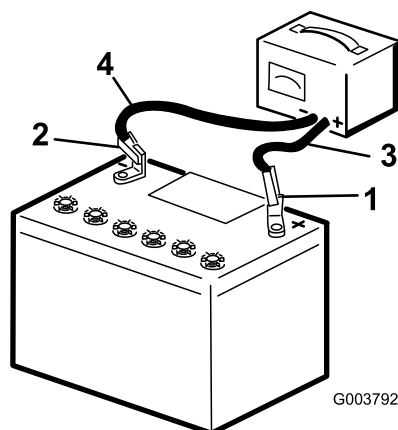

Figura 60
3. Ligue o cabo positivo do carregador da bateria ao polo positivo da bateria (Figura 60).
4. Ligue o cabo negativo do carregador da bateria ao polo negativo da bateria (Figura 60).
6. Quando a bateria estiver totalmente carregada, desligue o carregador da fonte elétrica e em seguida desligue os cabos do carregador dos polos da bateria (Figura 60).